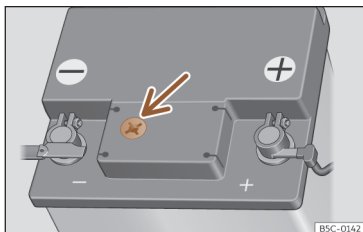

Fig. 202 Regard sur la partie supérieure de la batterie de 12 volts (représentation schématique).
- Contrôlez l'indicateur coloré dans le regard circulaire situé sur la face supérieure de la batterie >>> **fig. 202**.